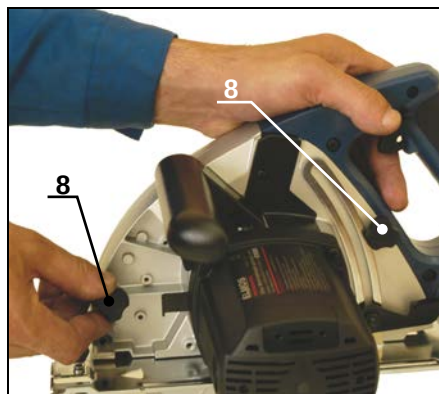

Рис.8
- Ослабьте два болта (8), рис.8, удерживающих внутренний кожух.
- Отсоедините внутренний кожух (9), рис 9.
1. Ослабьте два болта, чтобы снять внутренний щиток. Как показано на рис.8.